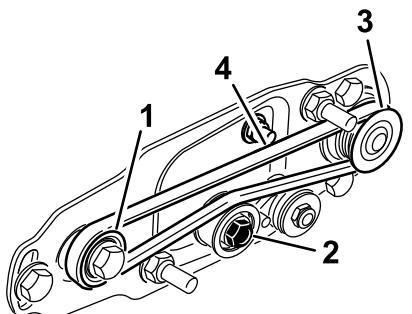

図 16
- 受動プーリにベルトを回しかけ、次にアイドラプーリに上からベルトを掛ける図 16。
- 駆動プーリを回してベルトを回転させる図 16。